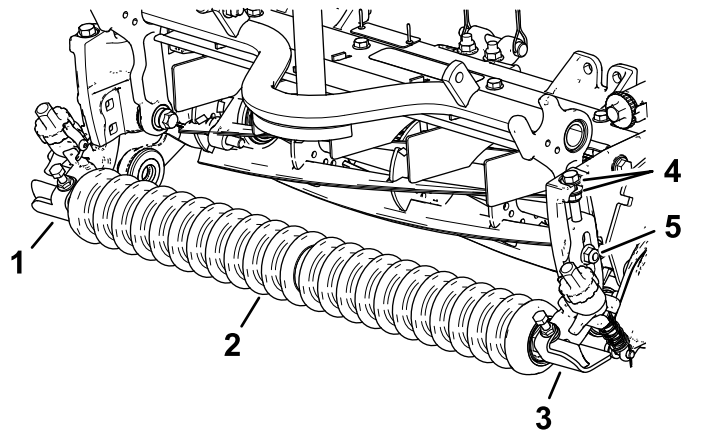

Figura 9
1. Montate, senza serrarli, i gruppi staffa dell'altezza di taglio di sinistra e destra e il gruppo rullo anteriore sulle piastre laterali dell'apparato di taglio utilizzando i bulloni a testa tonda e i dadi di bloccaggio precedentemente rimossi (Figura 9).